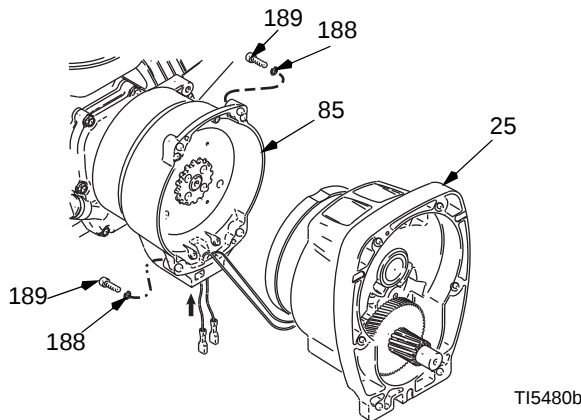
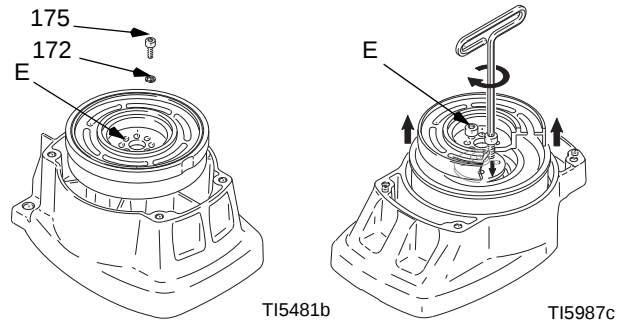

FIG. 4
FIG. 5
4. FIG. 4. Retire os quatro parafusos (189), as anilhas de segurança (188) e a unidade do pinhão (25).
5. FIG. 5. Coloque a unidade do pinhão (25) no banco com o lado do rotor voltado para cima.
6. Retire os quatro parafusos (175) e as quatro anilhas de segurança (172). Instale dois parafusos nos orifícios roscados (E) do rotor. Aperte alternadamente os parafusos até retirar o rotor.
9. FIG. 5. Coloque a unidade do pinhão na bancada com o lado do rotor voltado para cima.
10. Instale os quatro parafusos (175) e as anilhas de segurança (172). Aperte os parafusos alternadamente com um momento de aperto de 14 N.m (125 in-lb) até que o rotor fique bem fixo. Utilize os orifícios roscados para suportar o rotor.
11. FIG. 4. Instale o pinhão (25) com os cinco parafusos (189) e as anilhas de segurança (188).